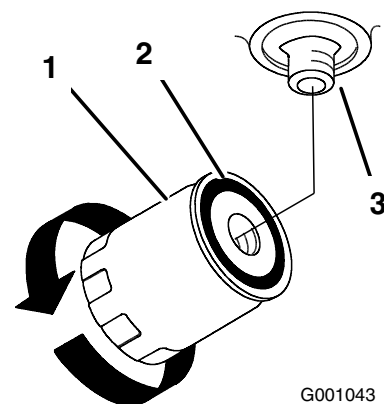

Figure 56
5. Déposez le filtre usagé et essuyez la surface du joint de l'adaptateur (Figure 56).
9. Quand le filtre hydraulique est plein, tournez le filtre dans le sens horaire jusqu'à ce que le joint touche l'adaptateur, puis donnez 1/2 tour supplémentaire (Figure 56).